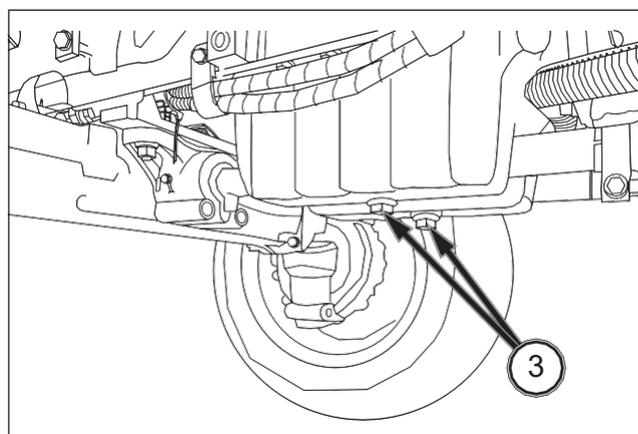

FIG. 88
FIG. 88: Para cambiar el aceite del motor - Utilice el tractor hasta que el aceite esté suficientemente caliente. Retire el tapón de vaciado (3) del motor y deje que salga todo el aceite.